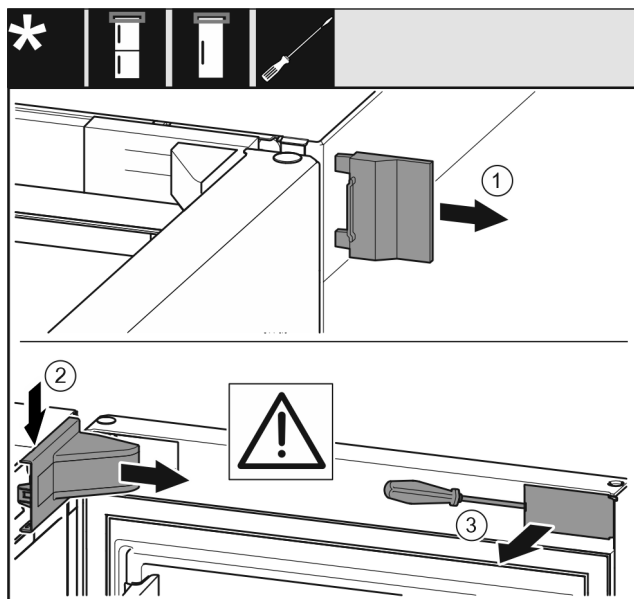

Fig. 10
- Снимите внешнюю крышку Fig. 10 (1).
- При помощи отвёртки отцепите крышку опорного кронштейна Fig. 10 (2) и снимите ее.
- При помощи шлицевой отвёртки отцепите накладку Fig. 10 (3) и отведите ее в сторону.